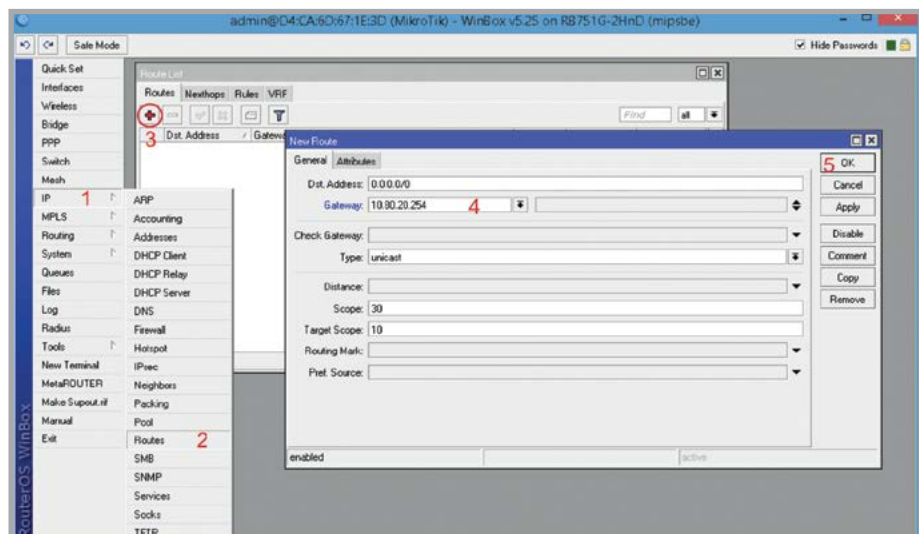

Рис.9. Адрес интернет-шлюза
1. Открываем меню **IP** (рис. 9).